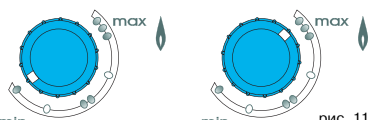

рис. 11
- Данный водонагреватель с автоматической регулировкой мощности оборудован системой, позволяющей пользователю установить ограничение максимальной мощности. Для этого установите регулятор (23) в положение между отметками min и max (рис. 11).